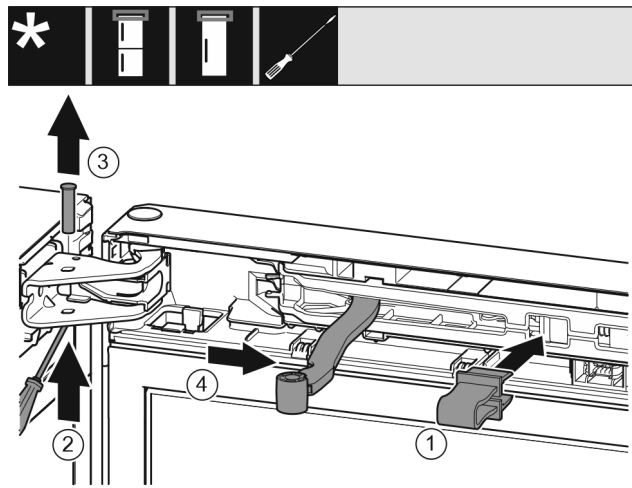

Fig. 9
► Зафиксируйте предохранитель Fig. 9 (1) в отверстии.
► Выкрутите палец Fig. 9 (2).
► Извлеките палец Fig. 9 (3) движением вверх.
► Поверните шарнир Fig. 9 (4) в направлении двери.